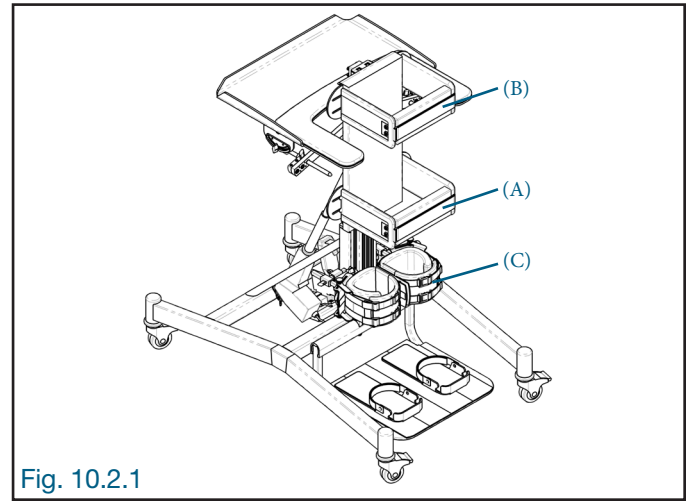

Fig. 10.2.1
10.2.1 VERTIFLEX PRONE TYPE (fig. 10.2.1)